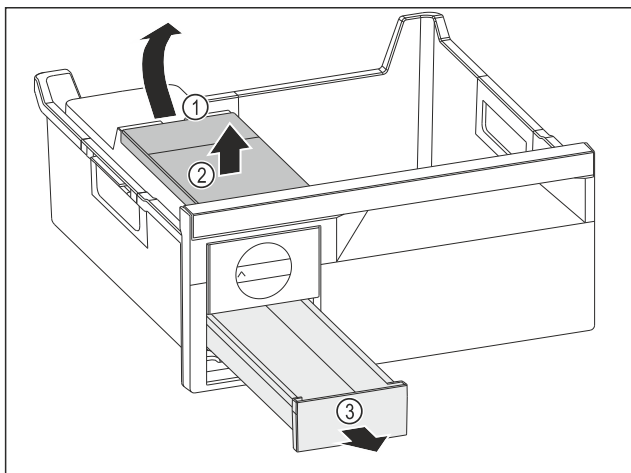

Fig. 182
- ▶ Vyjmutí nádržky na vodu: Zvedněte nádržku na vodu za vybrání Fig. 182 (1).
- ▶ Nádržku na vodu Fig. 182 (2) vyjměte nahoru.
- ▶ Zásuvku na kostky ledu Fig. 182 (3) vyjměte dopředu.